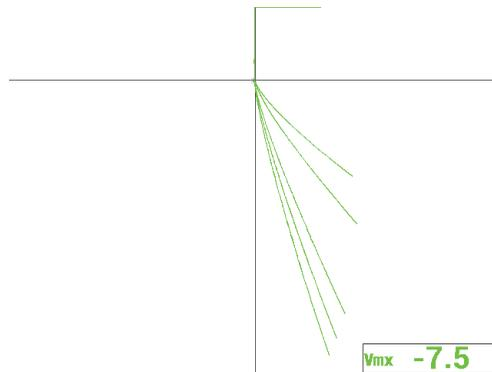

Figure 5-77 Affichage de l'effet de la conductivité et de la perméabilité magnétique
11. Appuyez sur la touche FULL NEXT (  ) pour basculer en mode plein écran, et puis placez la sonde successivement sur chaque pièce pour afficher sur le plan d'impédance l'effet sur la conductivité et la perméabilité magnétique (voir la Figure 5-77 à la page 196).